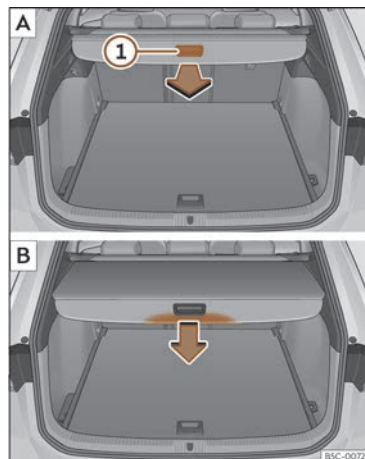

Fig. 175 Al maleters: desenrotllar i enrotllar la safata.
- Estireu uniformement de la safata pel agafador >>> **fig. 175 ①** cap enrere i traieu-la fins al límit fins que encaixi de forma audible.
- Premeu sobre l'agafador de la safata en el sentit de la fletxa fins que quedi desbloquejada >>> **fig. 175 ②**.